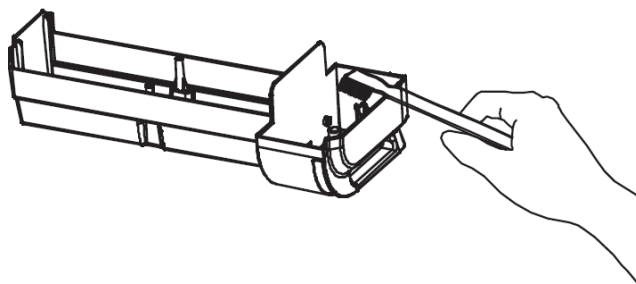

Rys. 20
- 2) Wyczyść obie strony filtra wodą z kranu. Do czyszczenia można użyć miękkiej szczotki. (Rys. 20)
3. Użyj czystej wody, aby umyć kanał wodny, usuń plamy po wodzie, zamontuj filtr i włóż cały kanał z powrotem do urządzenia. (Rys. 20)